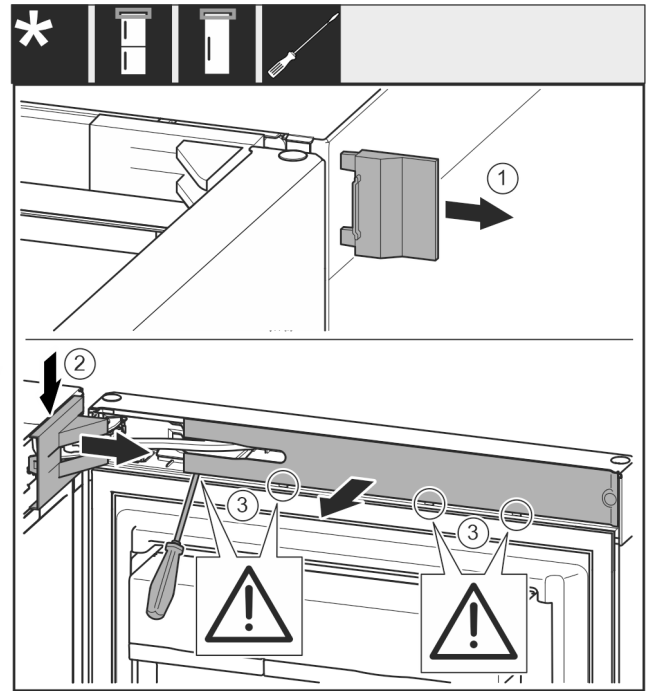

Fig. 12
- Vegye le a fedelet Fig. 12 (1).
- Pattintsa ki és oldja ki a csapágybak fedelét Fig. 12 (2).
- Vegye le a csapágybak fedelét Fig. 12 (2).
- Pattintsa ki a takarólemezt Fig. 12 (3) lapos csavarhúzóval, és fordítsa oldalra.